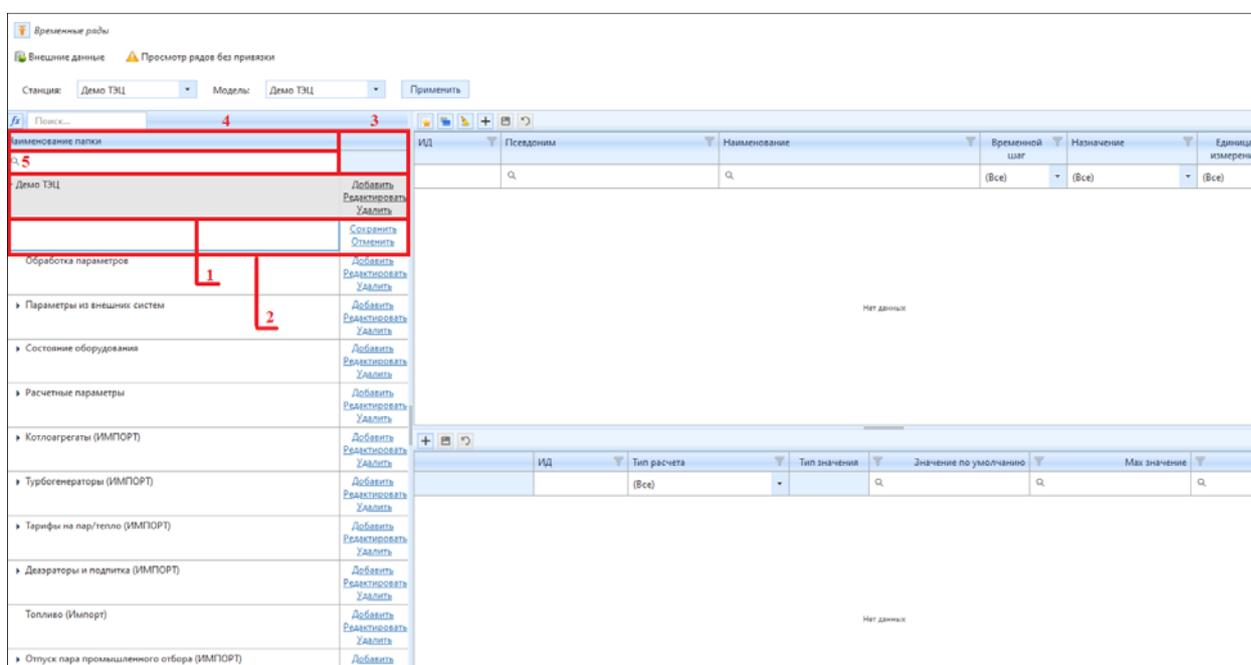
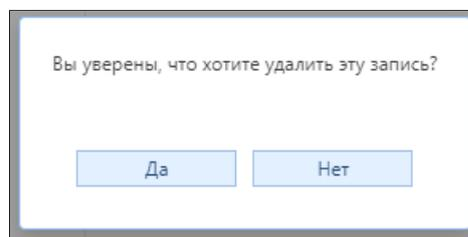

Рисунок 4.2.13 – Визуализация процедуры создания папки в подразделе «Временные ряды»
Рисунок 4.2.14 – Предупреждающее сообщение, всплывающее при процедуре удаления папки с временными рядами
Далее появится список с настроенными ранее папками для временных рядов. Структура списка имеет древовидное табличное представление. В колонке (4) «Наименование папки» (рис. 4.2.13) отображается наименование папки. В безымянной колонке (3) (рис. 4.2.13) отображаются ссылки с действиями папок. Строка поиска (5) (рис. 4.2.13) предназначена для оперативного поиска информации, хранящейся в определенной колонке.
Для создания новой папки в рамках одной станции выберите запись, соответствующую родительской папке 1-го уровня (строка выделится серым цветом). В безымянной колонке (3) (рис. 4.2.13) нажмите на ссылку – «Добавить» (рис. 4.2.13). Автоматически появится строка (2) (рис. 4.2.13) для записи. В колонке (4) «Наименование» (рис. 4.2.13) введите наименование новой папки (например: «Котлоагрегаты»). В безымянной колонке (3) нажмите на ссылку «Сохранить» (рис. 4.2.13) для сохранения записи, для отмены внесенных изменений нажмите на ссылку «Отменить».
Для редактирования необходимой записи, которая является папкой для временных рядов, выберите необходимую строку (выделенная строка отобразится серым цветом). В безымянной колонке (3) (рис. 4.2.13) нажмите на ссылку «Редактировать». После нажатия появится возможность внести изменения в записи, которая находится в колонке (4) «Наименование» (рис. 4.2.13). Внесите изменение в записи. Нажмите на ссылку «Сохранить» (рис. 4.2.13) в безымянной колонке (3) (рис.
4.2.13) для сохранения внесенных изменений. Для отмены редактирования записи нажмите на ссылку – «Отменить» (рис. 4.2.13).
Для удаления папки с временными рядами выберите необходимую строку с записью (выделенная строка отобразится серым цветом). Нажмите на ссылку – «Удалить» в безымянной колонке (3) (рис. 4.2.13). После нажатия появится мини окно с предупреждающим сообщением (рис. 4.2.14). В данном окне нажмите на кнопку «Да» для удаления папки из списка, при нажатии на кнопку «Нет» администратор автоматически возвращает к подразделу.